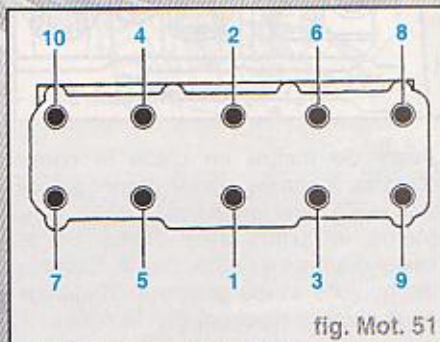

fig. Mot. 51
- Serrer les boulons de culasse dans l'ordre indiqué en procédant comme suit (fig. Mot. 51) :
- Pour le centrage, visser les pivots de guidage **3450** (moteur 1,6l) ou **3070** (moteur 1,8l) dans les alésages des boulons de culasse **8** et **10** (fig. Mot. 51).